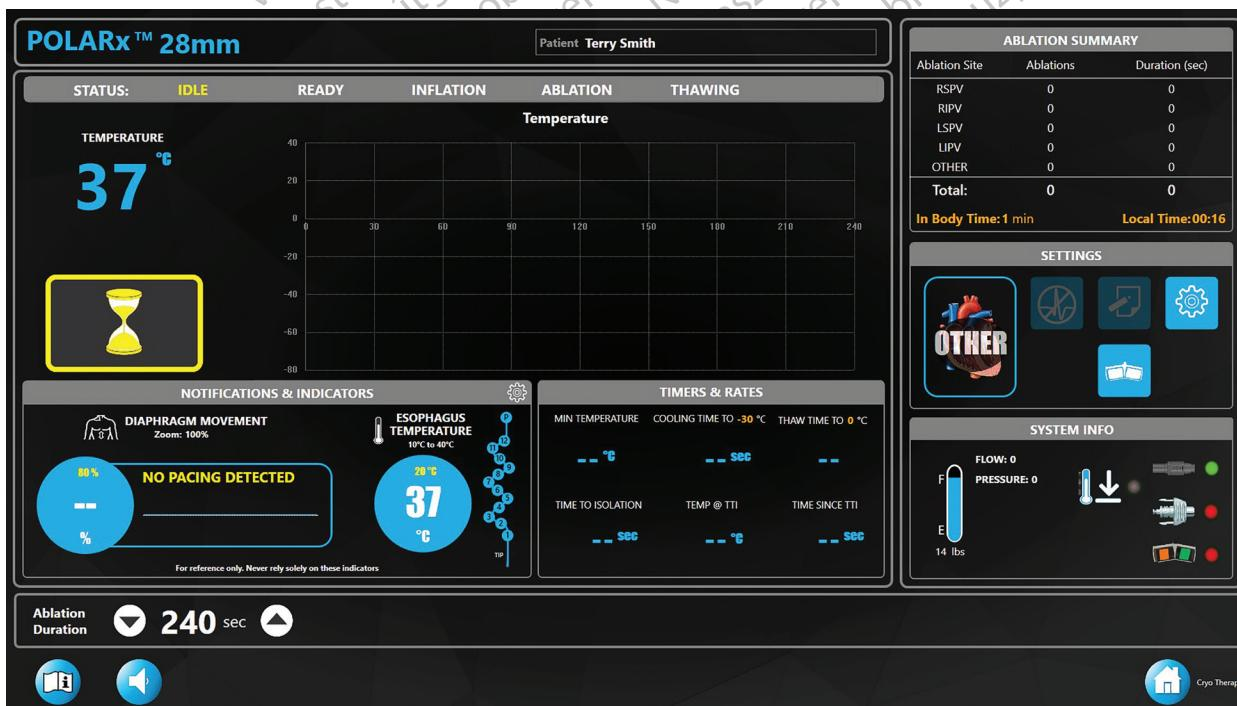
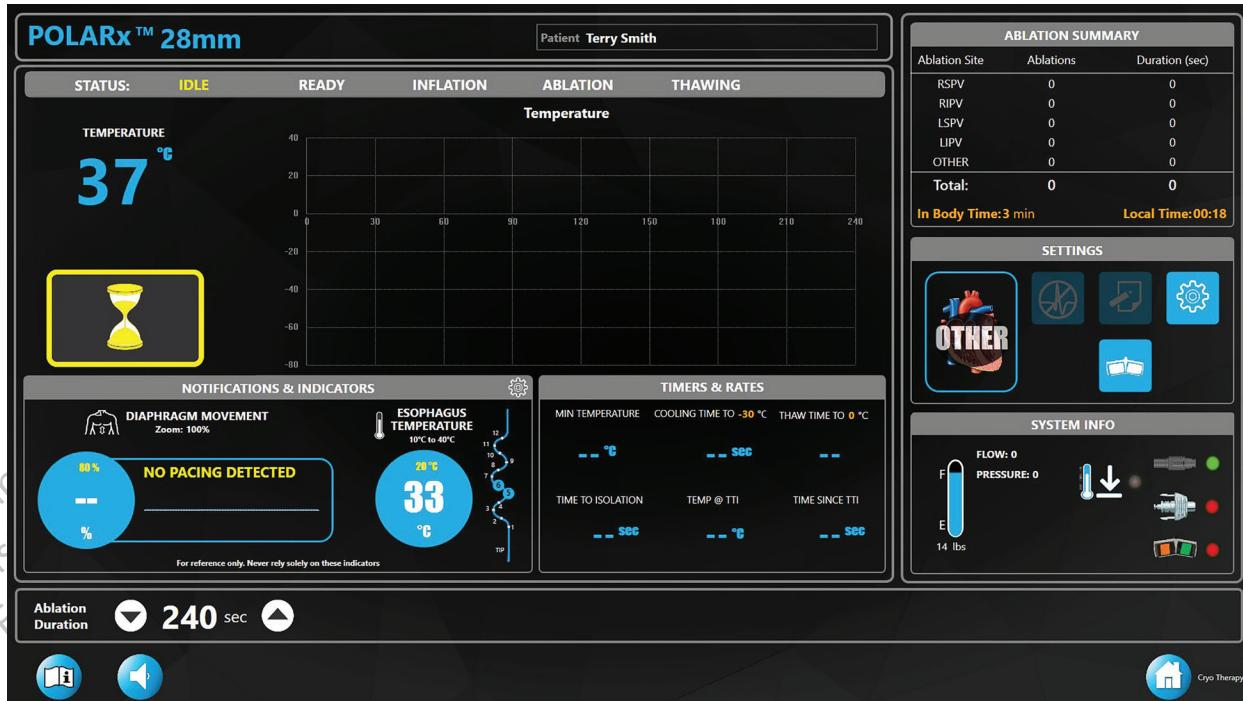

Figura 9. Sonda de temperatura esofágica CIRCA™ S-CATH
Figura 10. Sonda de temperatura esofágica CIRCA™ S-CATH: temperaturas bajas seleccionadas
- Si utiliza una sonda de temperatura esofágica CIRCA™ S-CATH, con o sin una sonda de temperatura serie 400, se mostrará automáticamente una imagen de la sonda de temperatura esofágica CIRCA™ S-CATH (Figura 9). Una sonda de temperatura esofágica CIRCA™ S-CATH típica tiene 12 sensores con algunos modelos, incluido un sensor proximal.
- La **Esophagus Temperature** (Temperatura del esófago) mostrada siempre será la temperatura más baja medida de todos los sensores. El sensor con la temperatura más baja también se resaltará en azul. A medida que la temperatura desciende en las zonas afectadas, solo se resaltarán los sensores con la temperatura más baja (consulte la Figura 10). Tenga en cuenta que es posible que más de un sensor tenga la misma temperatura que en la Figura 9.